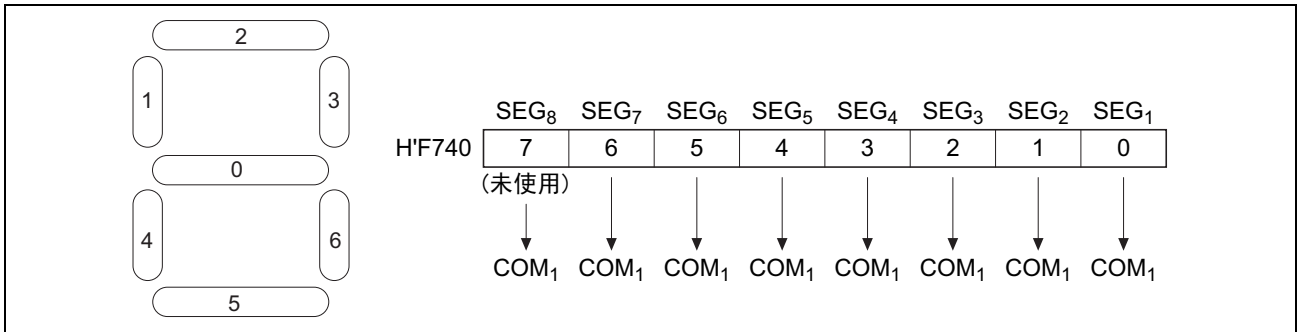

图 6 对应 LCD 的显示/不显示的 LCD RAM 设定值的关系
(7) 对应 4 位 7 段 LCD 的 SEG1 ~ SEG7 的 LCD RAM 的关系如图 6 所示。如图 6 所示，如果给对应 0 ~ 7 的 LCD RAM 位置"1"，LCD 就显示；如果清"0"，LCD 就不显示。